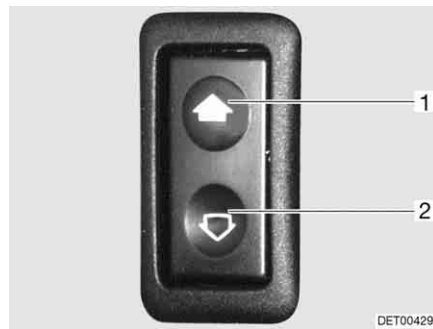

Bild 29 Knapp för elmanövrerad fönsterhiss
- Öppna:** ■ Tryck på det nedre reglaget (Bild 29,2).
- Stänga:** ■ Tryck på det övre reglaget (Bild 29,1).